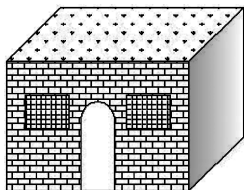

图 6-29 打开“田间小屋”图形文件
(1) 利用“打开”命令，打开源文件“田间小屋”图形文件，如图 6-29 所示。